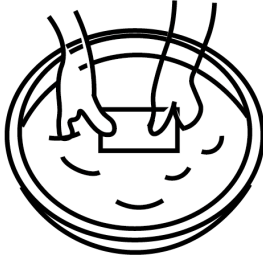

Abbildung 21
- Waschen Sie den Filter sorgfältig in lauwarmen Seifenwasser aus, Abb. 21.